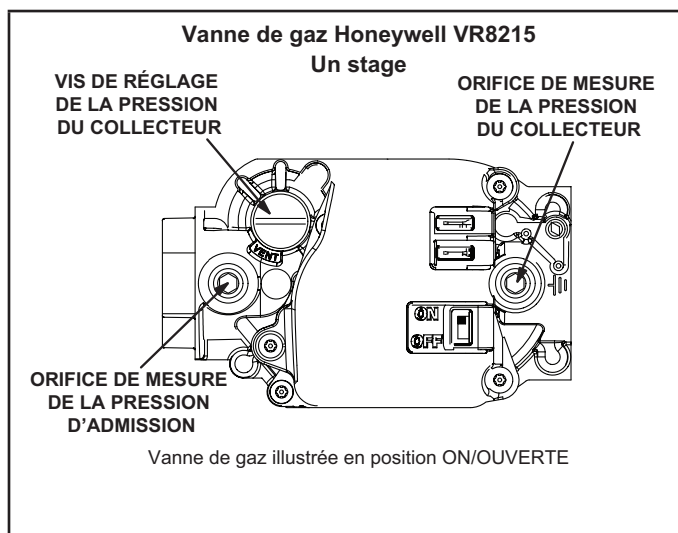
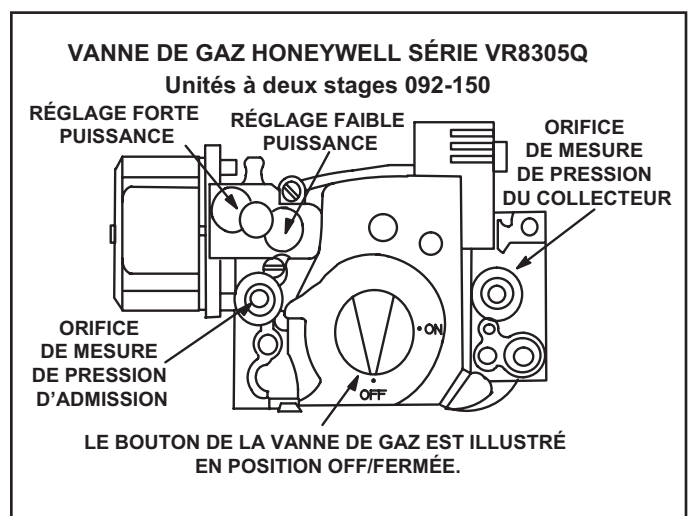

FIGURE 1
FIGURE 4
Fonctionnement de la vanne de gaz (Figures 1, 2, 3 et 4)
- 5 - Mettre le bouton de la vanne de gaz sur **OFF/FERMÉE**. Voir Figure 1, 2 ou 3. Sur les vannes de gaz Honeywell VR8305Q, tourner le bouton de contrôle dans le sens inverse des aiguilles d'une montre jusqu'en position **OFF/FERMÉE**. Ne pas forcer. Voir Figure 4.
- 6 - Attendre cinq (5) minutes pour s'assurer que tout le gaz a eu le temps de se dissiper. En cas d'odeur de gaz, **ARRÊTER!** Appeler immédiatement le fournisseur du gaz depuis un voisin et se conformer à ses instructions. S'il n'y a pas d'odeur de gaz, passer au point suivant.
- 7 - Mettre l'interrupteur de la vanne de gaz sur ON/OUVERT. Voir Figure 1, 2 ou 3. Sur les vannes de gaz Honeywell VR8305Q, tourner le bouton de contrôle dans le sens inverse des aiguilles d'une montre jusqu'en position **ON/OUVERTE**. Ne pas forcer. Voir Figure 4.